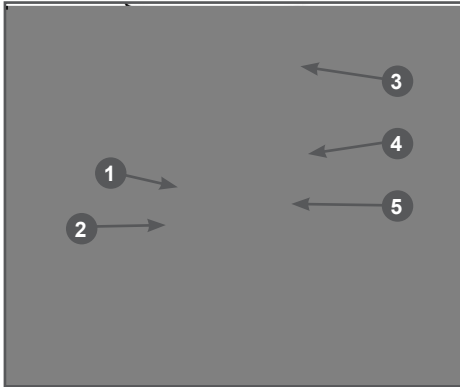

Рис. 24 Обслуживание карбюратора
1. Установите под карбюратор подходящую емкость (Рис. 24).
2. Установите рычаг топливного крана 3 в положение «ЗАКРЫТО» (Рис. 24).
3. Открутите болт 2 сливного отверстия и слейте топливо из поплавковой камеры карбюратора в приготовленную для этого ёмкость (Рис. 24).
4. Открутите стакан отстойника 5, вылейте из него топливо в заранее подготовленную емкость (Рис. 24).
- Слейте топливо из карбюратора (Рис. 24) или выработайте топливо в карбюраторе.